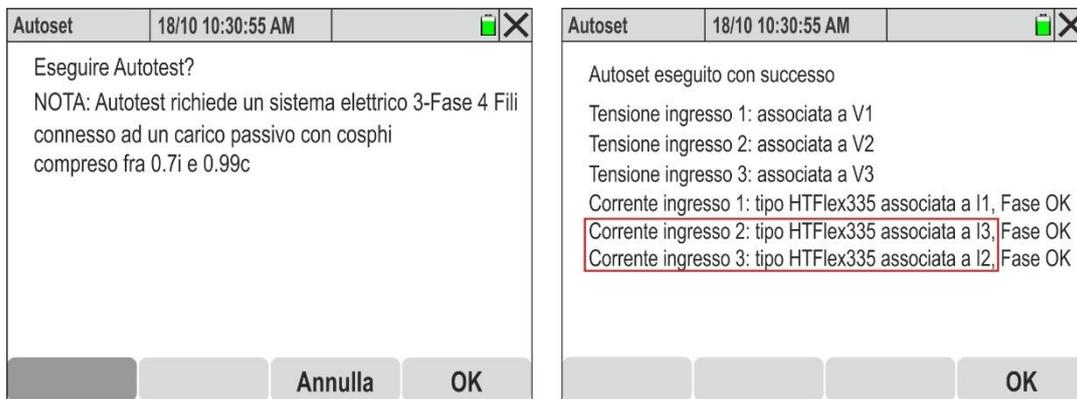

Fig. 72: Esecuzione Autotest con errori di collegamento (scambio pinze)
8. Nella Fig. 72 – parte destra è mostrato un esempio in cui la funzione Autotest ha rilevato e **automaticamente risolto** la presenza di una errata lettura sulle fasi L2 ed L3 per effetto di un **incorretto collegamento delle pinze di corrente (pinze 2 e 3 scambiate)**